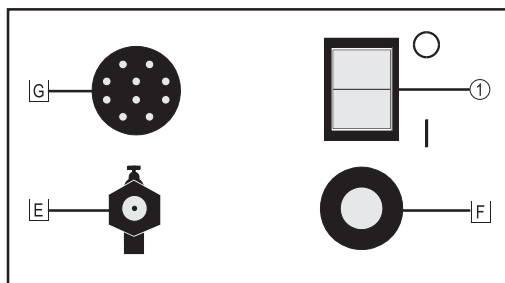

Рис. 5. Задняя панель устройства
(1)	Главный сетевой выключатель (см. рис. 5)
(2)	Цифровой амперметр Отображение основного тока Заданное значение -> требуемый сварочный ток Фактическое значение -> имеющийся сварочный ток
(3)	Цифровой вольтметр Отображение сварочного напряжения
(4)	Функциональная клавиша